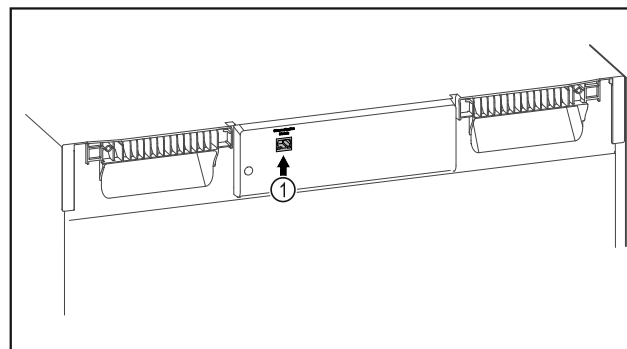

Fig. 131
- El SmartModule Fig. 131 (1) está colocado.